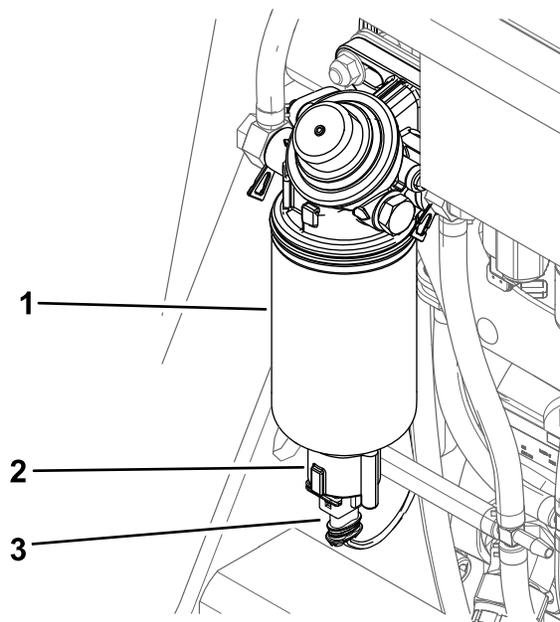

Рисунок 57
6. Отсоедините жгут проводов от водоотделителя (Рисунок 57).
7. Отверните переключатель с нижней части корпуса топливного фильтра и дайте стечь воде (Рисунок 57).
8. Установите переключатель (Рисунок 57).
9. Подсоедините жгут проводов к переключателю (Рисунок 57).
6. Отверните переключатель и слейте воду из водоотделителя (Рисунок 57).